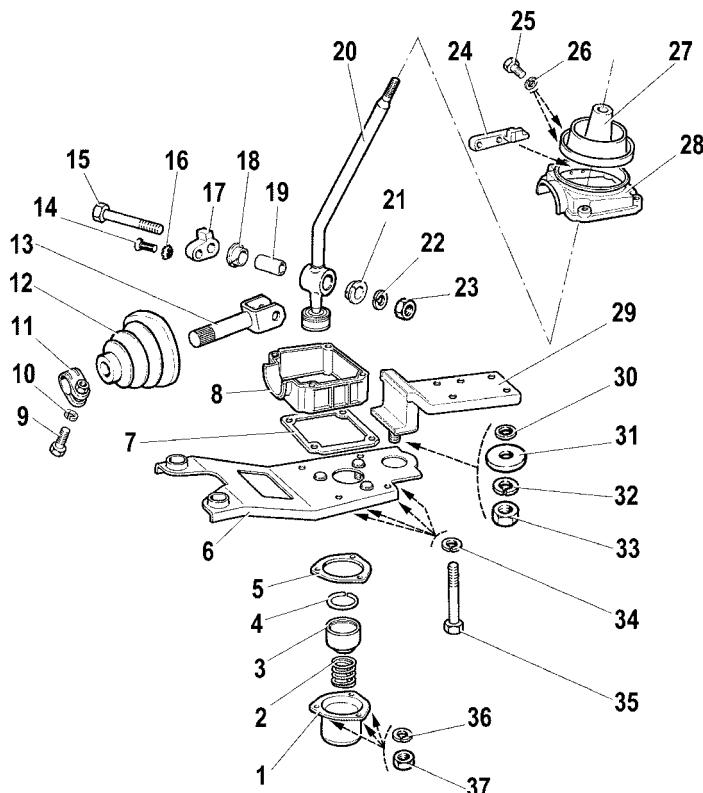

Рис. 3-30. Детали привода управления механизмом выбора передач:
- снимите защитный чехол 12 (рис. 3-30), выньте накладку блокировки заднего хода 24 из корпуса рычага, отвернув два болта 25;